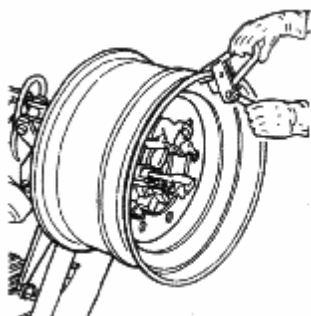

Рисунок 11
11.3. Прикрепить клипер на внешнем крае обода в самой высокой точке (рис.11)